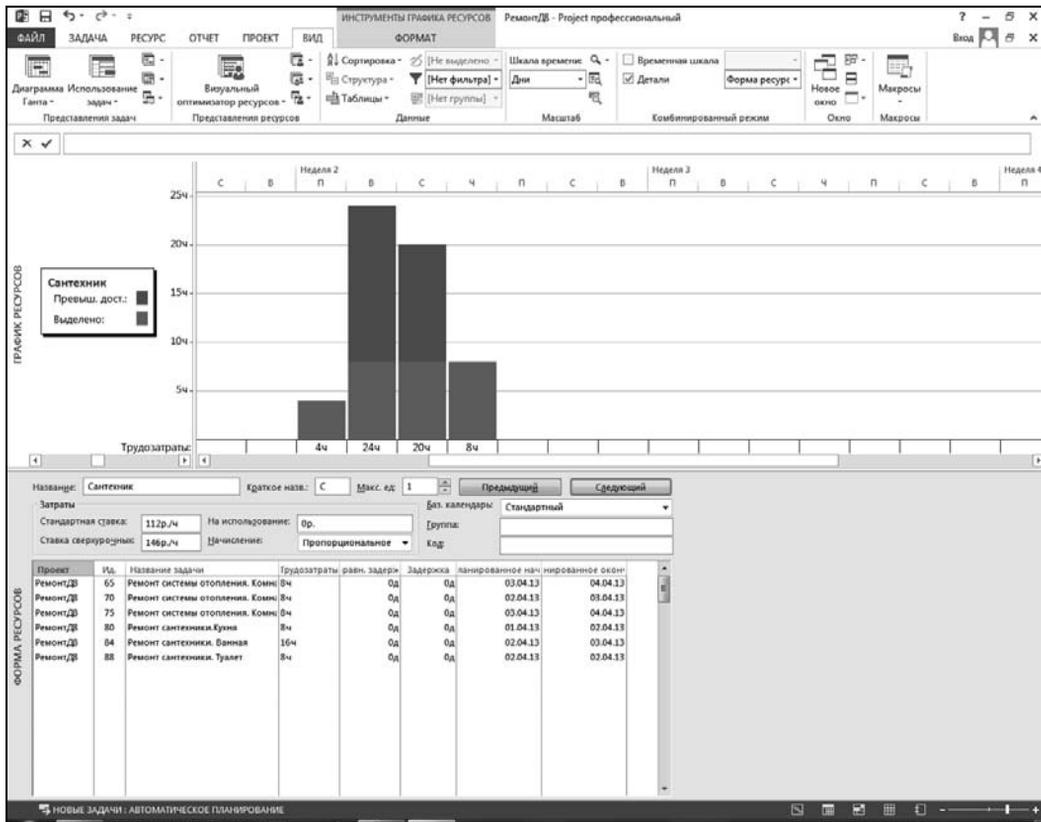

Рис. 7.11. Вид комбинированной формы График ресурсов — Календарный план проекта
3. На вкладке **Вид** ленты меню в области **Комбинированный режим** установить флажок **Детали**. Это приведет к разделению окна по горизонтали на две части, как показано на рис. 7.11.
4. Показанная на рис. 7.11 экранная форма уже позволяет получить представление о том, как используются ресурсы на отдельных задачах проекта. Но Project дает возможность применить и более сложные средства анализа использования ресурсов в задачах проекта. Для этого в области **Комбинированный режим** в списке, расположенном на одном уровне с флажком **Детали**, следует выбрать